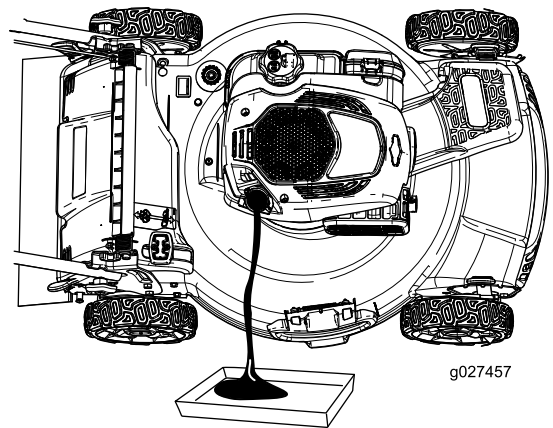

Figura 26
4. Inclinate la macchina sul fianco (di modo che il filtro dell'aria si trovi in alto) per scaricare l'olio usato attraverso il tubo di riempimento (Figura 26).